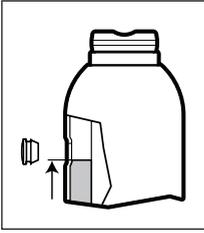
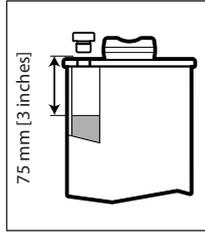

Abb. 5 – Ölstand alle Modelle mit Ausnahme von GBJ100
Abb. 6 – Ölstand nur Modell GBJ100
3. e Modelle mit Ausnahme von GBJ100: Füllen Sie Öl bis zum oberen Rand des Öfülllochs ein. Siehe Abb. 5.
4. Nur Modell GBJ100: Füllen Sie Öl bis ca. 75 mm [3 inch] unter dem Öfüllloch ein. Siehe Abb. 6.
**NICHT ZU VIEL ÖL EINFÜLLEN!** Bei vollständig zurückgezogenem Druckkolben und Heber in aufrechter Position sollte der Ölstand nicht höher als in Abb. 5 oder Abb. 6 dargestellt sein (je nach Ihrem Hebermodell).